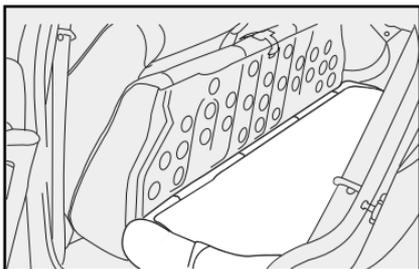
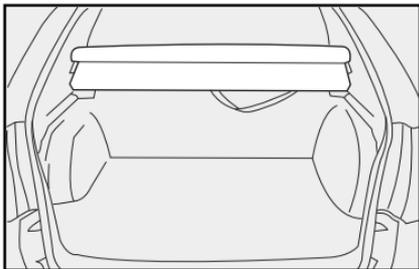

fig. 104
fig. 105
5) Incline hacia adelante el respaldo **fig. 104** del asiento trasero haciendo pasar lateralmente los cinturones de seguridad traseros, de manera que se obtenga una superficie de carga única en el compartimiento de equipajes **fig. 105**.